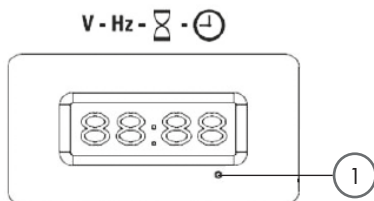

Рис.5
Данный генератор оснащён дисплеем, который может отображать напряжение, частоту, общее количество моточасов и время работы с момента запуска генератора. Показания дисплея можно настроить с помощью кнопки (1) (рис. 5).